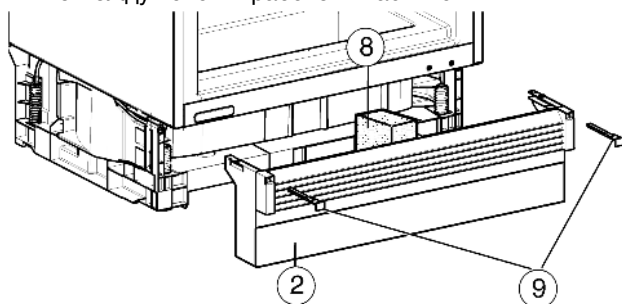

Fig. 13
- Вставить пенопласт Fig. 13 (8) - это важно для нормальной раздельной циркуляции потоков воздуха!
- Снова установите цокольную панель Fig. 13 (2).
- Если цокольную панель Fig. 13 (2) видно, потяните цокольную панель Fig. 13 (2) вперед настолько, пока передний край вентиляционной решетки не станет ровным с цокольной панелью мебели.
- Если цокольная панель Fig. 13 (2) скрыта, сдвиньте цокольную панель назад как можно дальше.
- Фиксирование цокольной заглушки: Вставьте фиксатор Fig. 13 (9), при этом придерживайте цокольную заглушку.